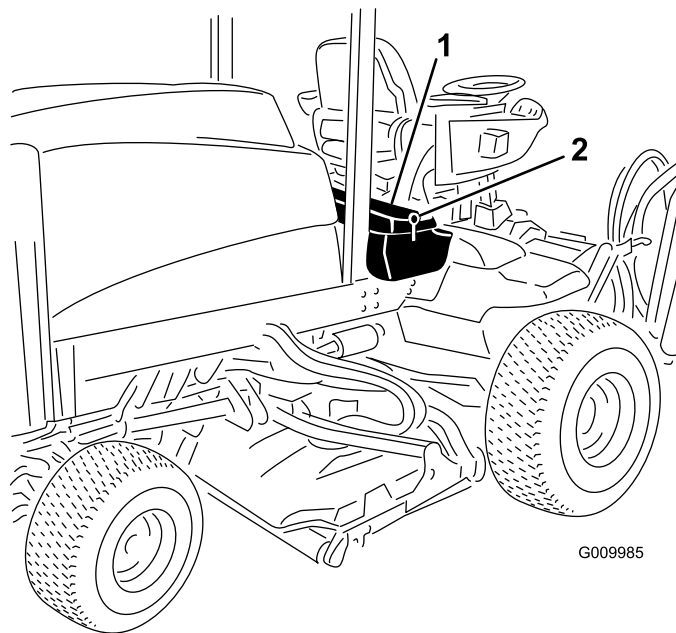
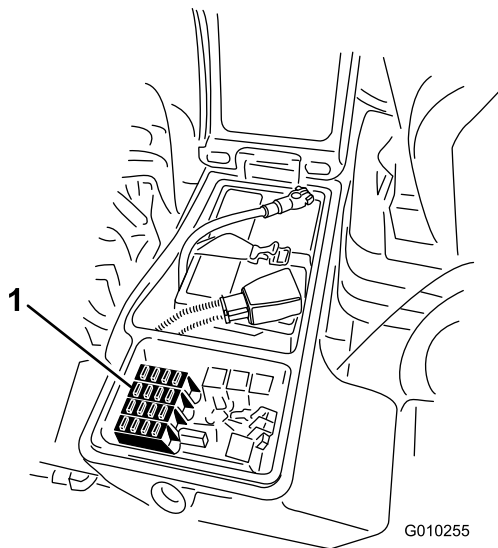

図 68
図 69
- 右側の物入れのカバーのラッチを外して、カバーを上を開く 図 68。
1. 右側の物入れのカバーのラッチを外してベルトカバーを外し 図 68、ヒューズブロックを露出させる 図 69。
2. 必要に応じてヒューズを交換する 図 69。
3. 右側の物入れのカバーを閉じてラッチで固定する 図 68。